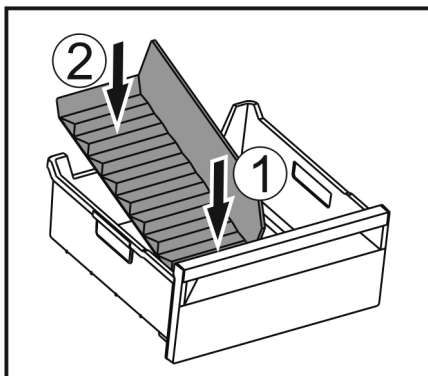

Fig. 176
- ▶ Colocar la parte delantera del separador para congelador. Fig. 176 (1)
- ▶ Bajar la parte posterior del separador para congelador hasta la base del cajón. Fig. 176 (2)